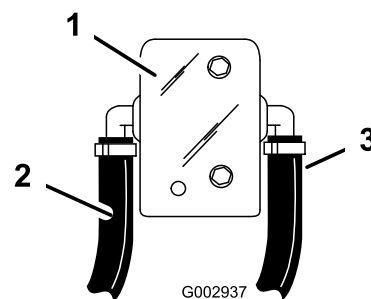

Figura 43
15. Ligue a extremidade de um tubo curto de 1/2 polegada ao bocal aberto do T S53 que instalou no tubo de agitação, e encaminhe-o para o dentado de 1/2 polegada traseiro existente no conjunto da válvula de esfera pequena (Figura 43).
18. Ligue a extremidade de um tubo curto de 13 mm ao bocal aberto do T S53 que instalou no tubo de derivação, e encaminhe-o para o dentado de 13 mm dianteiro existente no conjunto da válvula de esfera pequena (Figura 43).